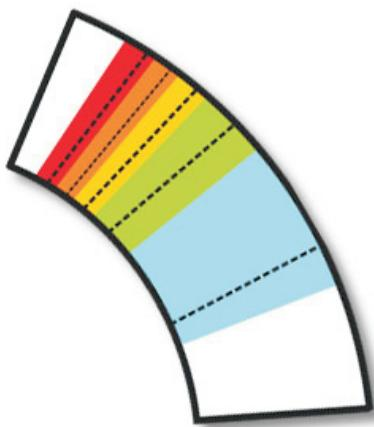
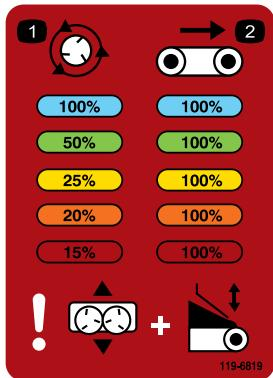

Figure 35
Figure 36
**Remarque:** Les couleurs sur l'autocollant de la Figure 35 et la Figure 36 correspondent aux couleurs de l'autocollant principal (Figure 27).
Réglez la commande hydraulique sur le trait de départ en pointillé de la zone de couleur correspondante (Figure 35). Vous pouvez varier les vitesses au besoin à l'intérieur de la zone de couleur correspondante.
**Télécommande sans fil :** Le réglage s'effectue en fonction du pourcentage indiqué dans la zone en couleur de l'autocollant et sur le tableau au dos de la télécommande sans fil (Figure 36).